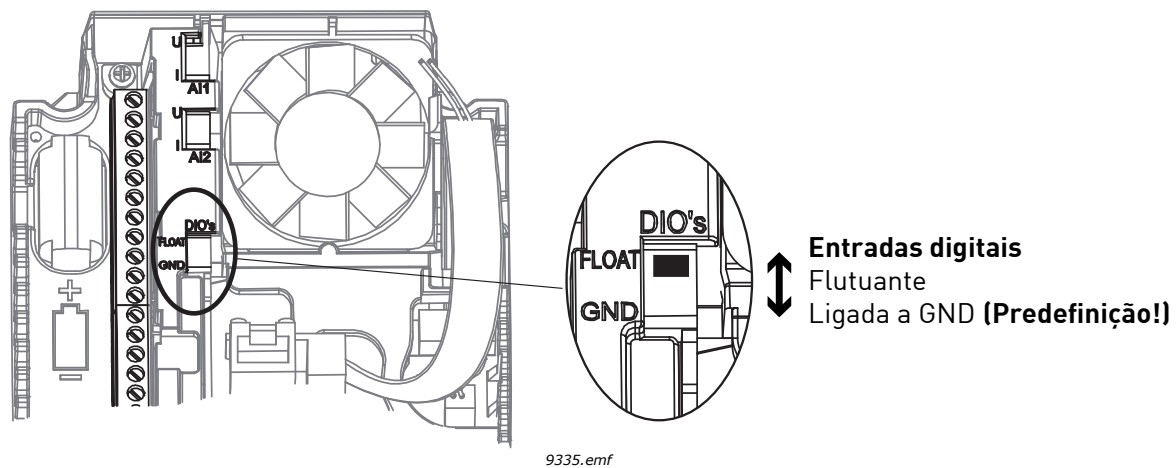

Figura 18.
**CUIDADO! \*)** Isolar as entradas digitais da terra com o interruptor DIP. Consulte a Figura 18 abaixo.